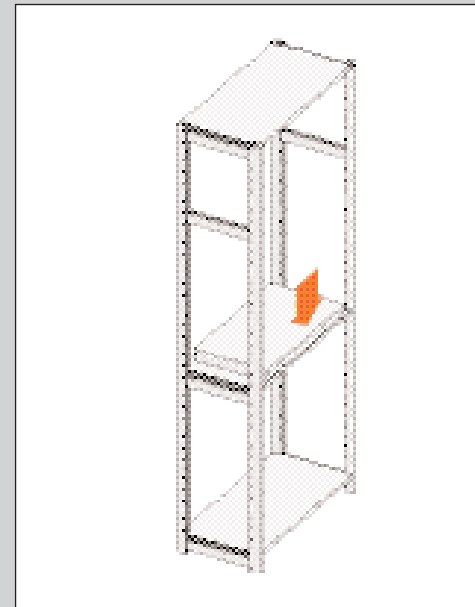

ABBILDUNG 82
1. Den Fernsehboden nicht ausgezogen auf den Fachboden stellen. Bei einer Fachbodentiefe von 40 cm ein paar Zentimeter von der Fachbodenrückseite ab montieren (siehe Abb. 82).